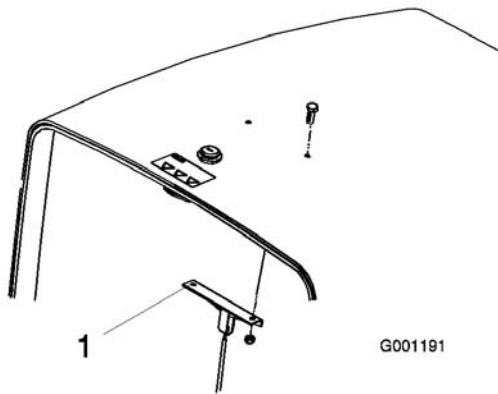

Bild 4
1. Nehmen Sie die zwei Schrauben und Muttern ab (und werfen Sie sie weg), mit denen die Kabelhalterung der Motorhaube an der Unterseite der Motorhaube befestigt ist (Bild 4).